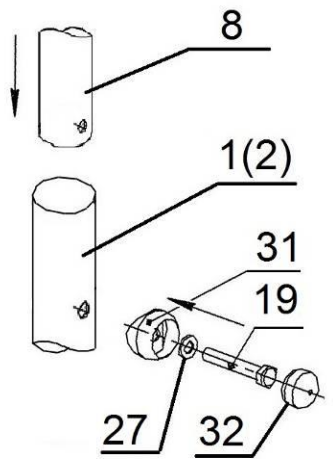

Рисунок 2
3.6. Установить 1 перекладину (поз.3) на верхнюю часть лестницы, как показано на рис. 2. **Внимание: стойки имеют стыковочные отверстия.**
3.7. Используя соединительную втулку (поз.8) и стыковочное кольцо (поз.34) собрать верхние стойки (поз.2) с нижней частью лестницы как показано на рис.2,3.